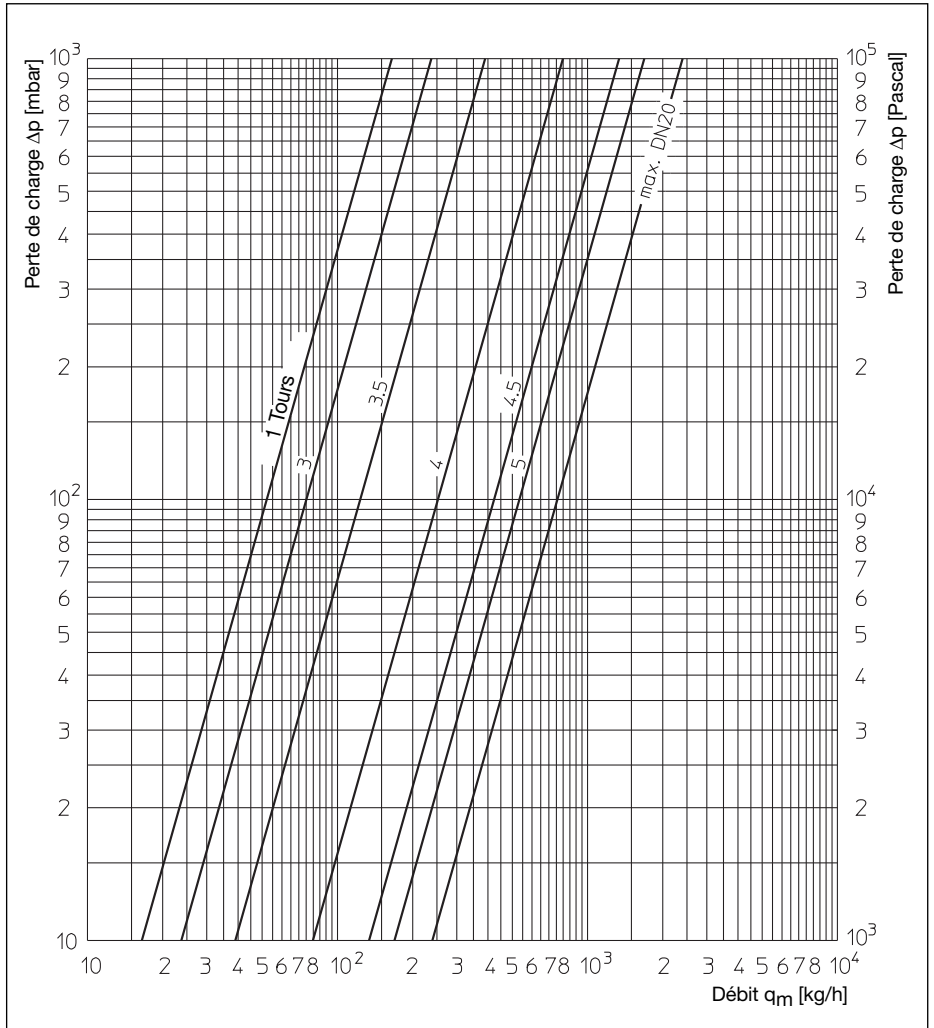

Fig. 9.1: Diagramme mécanisme de réglage pour différents pré-réglages
- Déterminer la valeur de préréglage à l'aide du diagramme de dimensionnement (fig. 9.1)